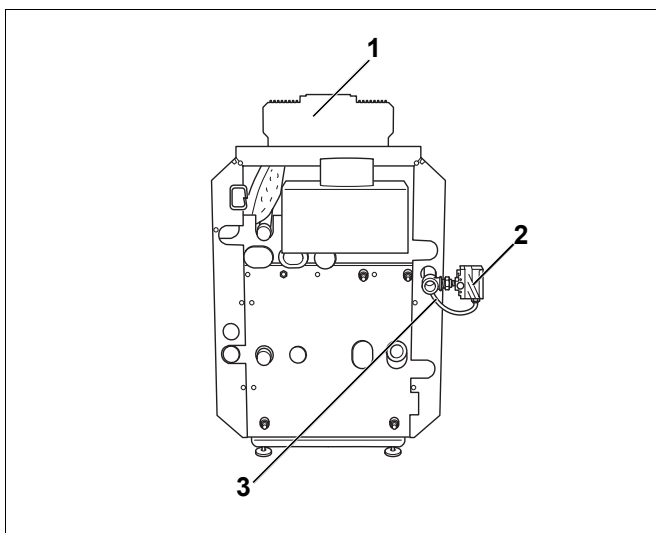
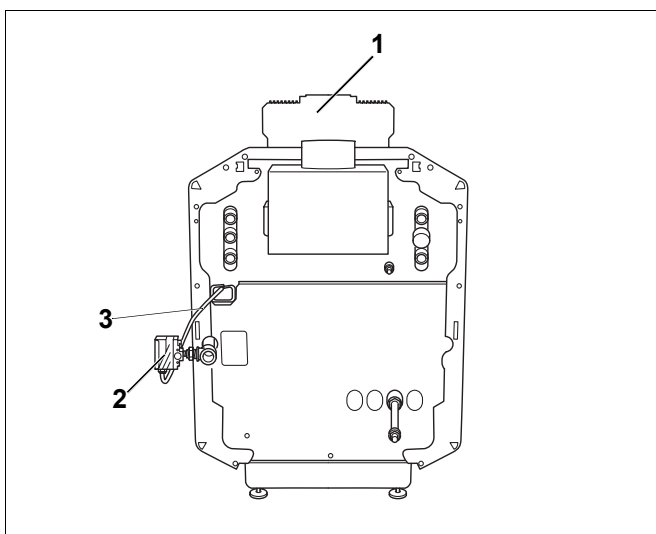
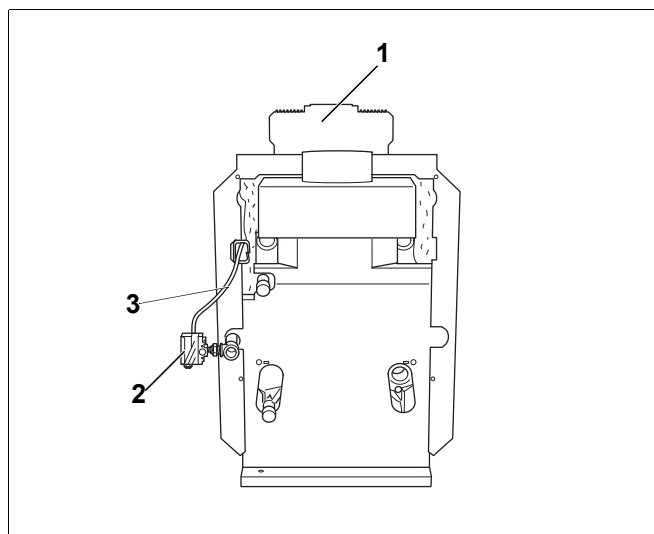
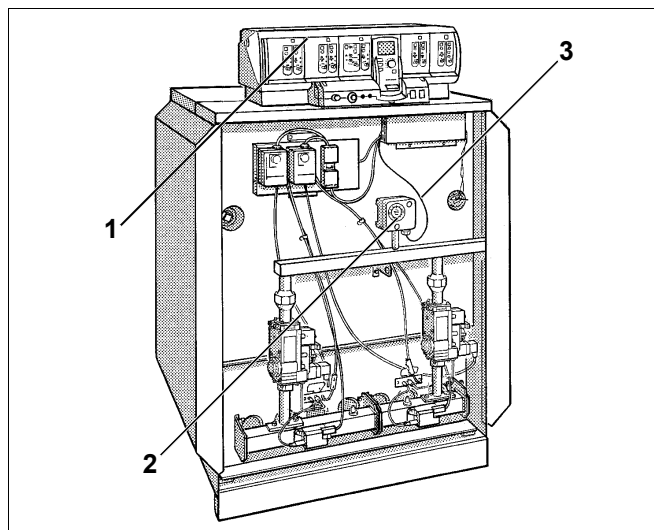

Рис. 2 Место установки прибора контроля давления газа для G124
Рис. 3 Место установки прибора контроля давления газа для G134
Рис. 4 Место установки прибора контроля давления газа для G234
Рис. 5 Место установки прибора контроля давления газа для G334
- Место установки прибора контроля давления газа (**поз. 2**) показано для различных котлов на рис. 2 - рис. 5. Соблюдайте указанное место установки прибора!
- Соединительный кабель (**поз.3**) прокладывать в соответствии с рис. 2 - рис. 5, подключения в системе управления (**поз. 1**) выполнить в соответствии с электрической схемой.
Экспликация к рис. 2, рис. 3, рис. 4 и рис. 5